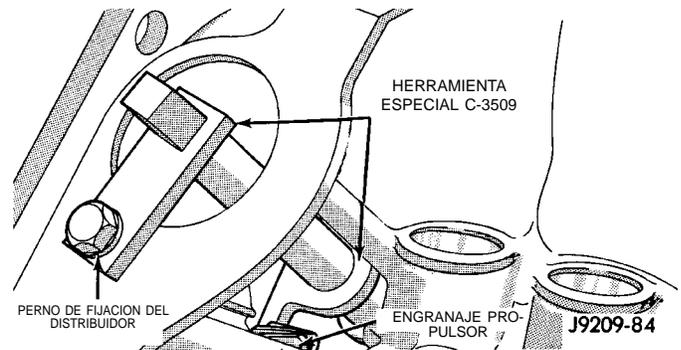

Fig. 29 Herramienta de instalación del árbol de levas C-3509 (posición instalada)
(2) Instale la Herramienta de instalación de engranajes del árbol de levas C-3509 con la lengüeta en la parte trasera del engranaje propulsor del distribuidor (Fig. 29).